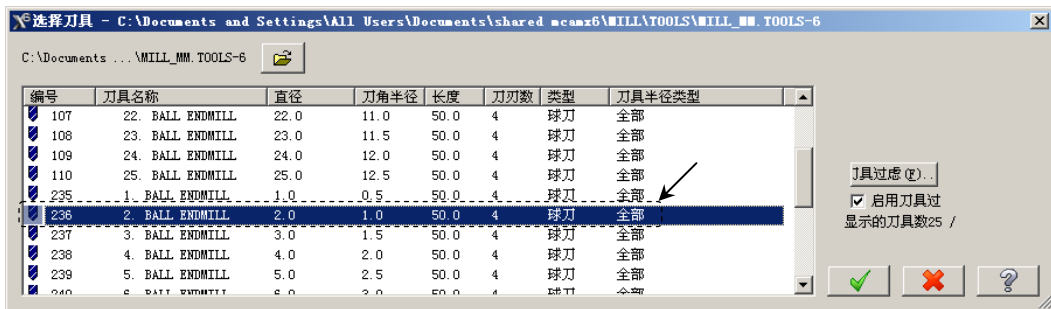

图 17.41 “选择刀具”对话框
Step4. 选择刀具。在“曲面精加工交线清角”对话框中单击 **选择刀库** 按钮，系统弹出“选择刀具”对话框，在该对话框的列表框中选择图 17.41 所示的刀具。单击  按钮，关闭“选择刀具”对话框，系统返回至“曲面精加工交线清角”对话框。